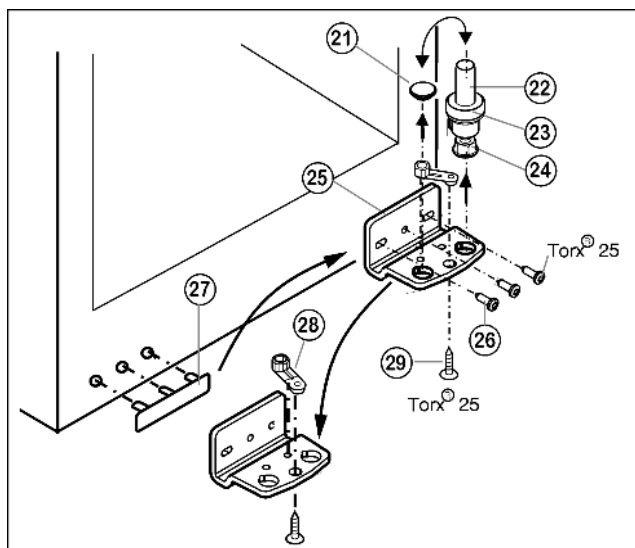

Fig. 6
- ▶ Extrageți în sus bolțul lagărului Fig. 6 (22) integral, împreună cu șaiba Fig. 6 (23) și piciorul reglabil Fig. 6 (24).
- ▶ Scoateți dopul Fig. 6 (21).
- ▶ Deșurubați Fig. 6 (26) suportul de lagăr Fig. 6 (25).
- ▶ Deșurubați Fig. 6 (29) piesa suport Fig. 6 (28) și montați-o în gaura de fixare opusă a suportului lagărului, iar apoi înșurubați-o strâns.
- ▶ Scoateți cu atenție capacul de pe latura mânerului Fig. 6 (27) și mutați-l pe partea opusă.
- ▶ Înșurubați **strâns (cu 4 Nm)** suportul lagărului Fig. 6 (25) pe noua latură a balamalei, folosind o șurubelniță cu acumulator dacă este cazul.
- ▶ Fixați dopul Fig. 6 (21) în cealaltă gaură.
- ▶ Reinstalați bolțul lagărului Fig. 6 (22) integral, împreună cu șaiba și piciorul reglabil. Aveți grijă aici ca respectiva camă de cuplare să fie îndreptată către înapoi.
- ▶ Așezați ușa, de sus, pe bolțul lagărului inferior Fig. 6 (22).
- ▶ Aliniați eventual ușa cu carcasa aparatului prin intermediul celor două găuri alungite din suportul de lagăr inferior Fig. 6 (25). Deșurubați în acest scop șurubul mijlociu.